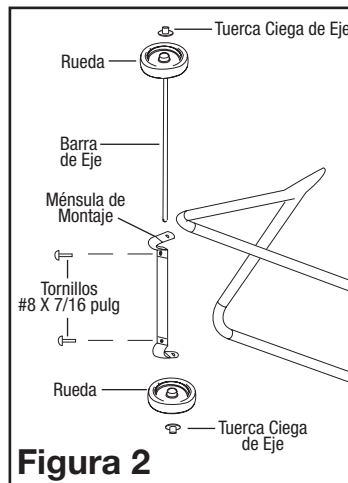

Figura 2
1. Coloque la ménsula de montaje en la parte inferior de las mitades del pedestal, a la izquierda del motor, como se indica (**Figura 2**).
2. Instale dos tornillos #8 X 7/16 a través de la parte inferior del pedestal, usando un destornillador de cabeza Phillips #2 (**Figura 2**).
3. Deslice el barra de eje a través de la ménsula de montaje (**Figura 2**).
4. Instale las dos ruedas en el barra de eje y fijelas con dos tuercas ciegas de eje. Apriete tuerca ciega de eje en la barra de eje (**Figura 2**).